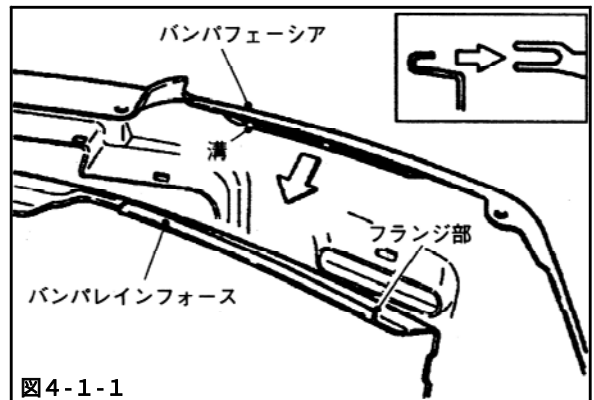

図4-1-1
- ・ バンパレインフォースのフランジ部をバンパフェーシアの溝に入れて取付けてください。(図4-1-1)